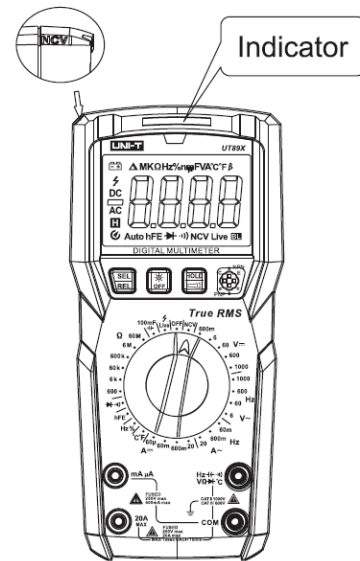

Рисунок 12
9.10 Бесконтактное измерение электрического поля переменного тока (NCV) (Рисунок 12).